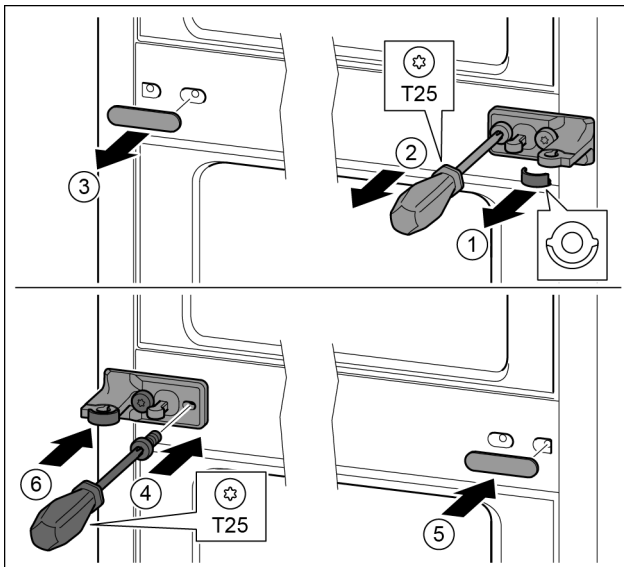

Fig. 15
- ▶ Húzza le a tárcsát. Fig. 15 (1)
- ▶ T25 csavarhúzóval tekerje ki a csavarokat. Fig. 15 (2)
- ▶ Óvatosan húzza le a fedelet. Fig. 15 (3)
- ▶ A csapágybakot a fóliával 180°-kal elfordítva erősen csavarozza fel a másik oldalra. Fig. 15 (4)
- ▶ A fedelet 180°-kal elfordítva szerelje a másik oldalra. Fig. 15 (5)
- ▶ A tárcsát előlről tolja be. Fig. 15 (6)